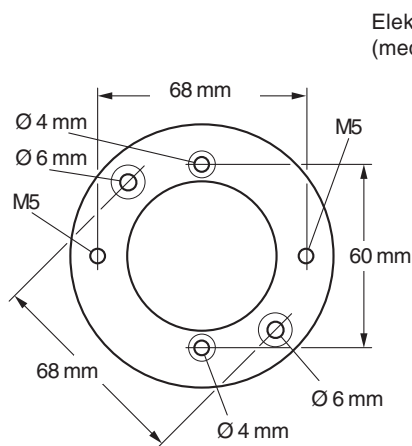

Bild 5
1. Välj vilka monteringshål som ska användas (Se Bild 5).